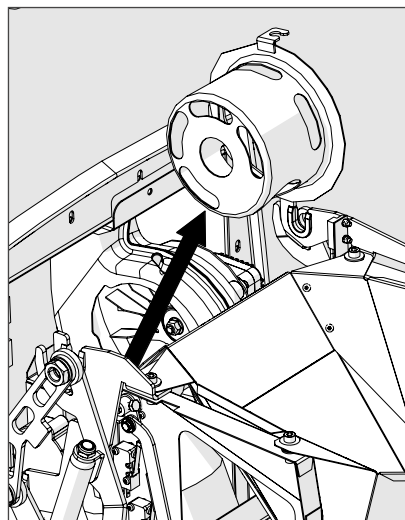

Bild 11
5. Ta bort fläktanslutningen. Frigör den från fästskruven genom att vrida den något bakåt. Lyft sedan ut den (bild 11).